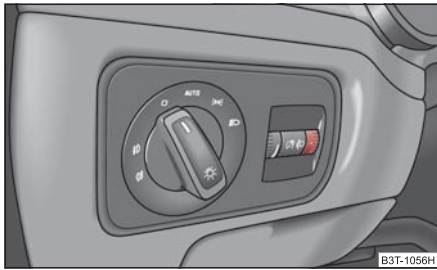

Fig. 59 Tableau de bord: Réglage de la portée des phares
- Tournez le régulateur ⇒ fig. 59, jusqu'à ce que les feux de croisement soient réglés de manière à ne pas éblouir les autres usagers de la route.